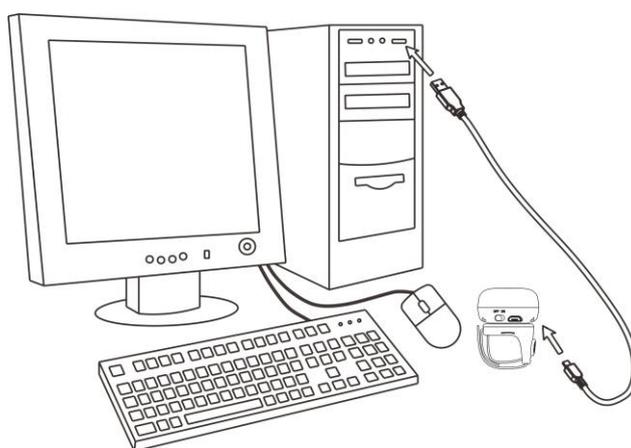

图 2-1 扫描器连接到计算机图示
1. 参考图 2-1, 请先将 USB 电缆线的一端插入扫描器的微型 USB 接口, USB 电缆线的另外一端则连接到计算机 USB 接口;